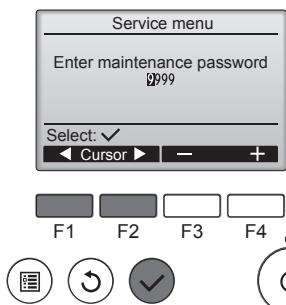

Fig. 6-2
- ① Selecteer "Service" in het Hoofdmenu en druk op de toets .
- ② Wanneer het Service-menu is geselecteerd, wordt er een venster weergegeven waarin om het wachtwoord wordt gevraagd. (Fig. 6-2)